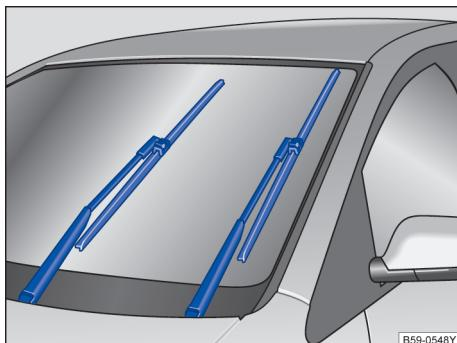

图 129 处于保养位置的刮水片
- 将风窗玻璃刮水器拨杆向下拨至点动刮水位置。使刮水器处于保养位置→图 129。